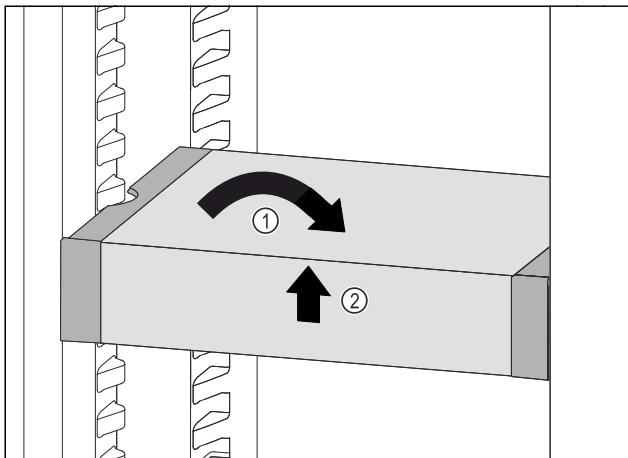

Fig. 60
- Вирівняти VarioSafe. Fig. 60 (1)
- Підняти VarioSafe спереду. Fig. 60 (2)